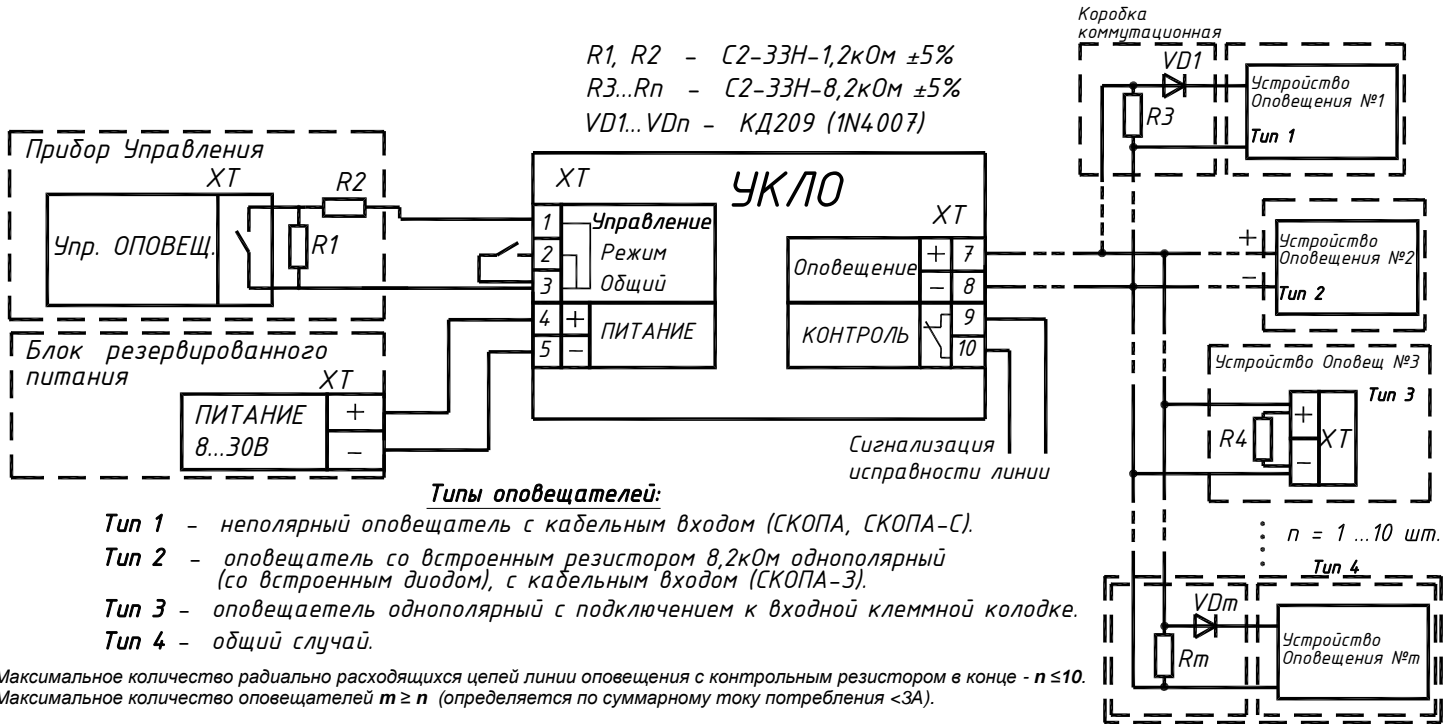

Рис. 2. Схема подключения УКЛО.
7.2 Произвести подключение по схеме согласно **рис.2**.
- в некоторых модификациях оповещателей СКОПА СТР.425413.001ТУ (в частности **СКОПА-3**) указанные элементы имеются в составе оповещателя (см. рис. 2 Тип 2);
- многие серийные УО имеют в составе схемы элементы, обеспечивающие одностороннюю проводимость по входу питания. В этом случае диод не устанавливается (см. рис. 2 Тип 3).
7.3 Дополнительные резистор и диод (при их необходимости) устанавливаются во вводном отделении УО непосредственно на контактах входной клеммной колодки (см. рис. 2 Тип 3).
При подключении оповещателя при помощи залитого кабеля (например, оповещатели **СКОПА, ЗОВ**) дополнительные элементы должны устанавливаться в промежуточной коммутационной коробке, располагаемой как можно ближе к УО (см. рис.2 Тип 1).